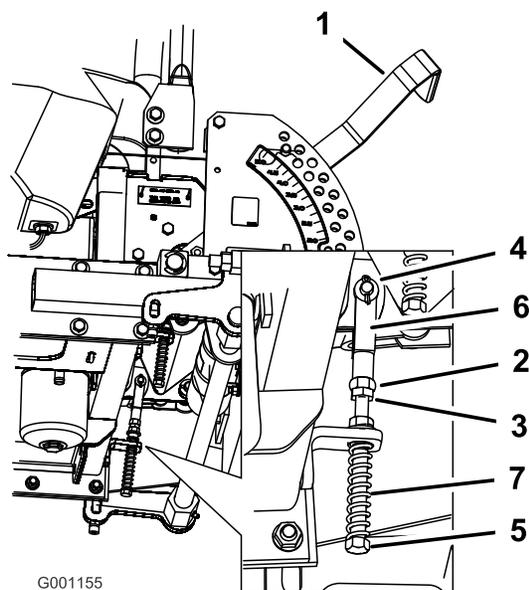

Figura 74
8. Se for necessário ajuste, solte a porca e a porca de segurança encostada à forquilha (Figura 74).
9. Aplique uma ligeira pressão para trás na alavanca de controlo de movimento, rode a cabeça do parafuso de ajuste na direcção adequada até que a alavanca de controlo fique centrada na posição de bloqueada em ponto-morto (Figura 74).
10. Aperte a porca e a porca de segurança (Figura 74).